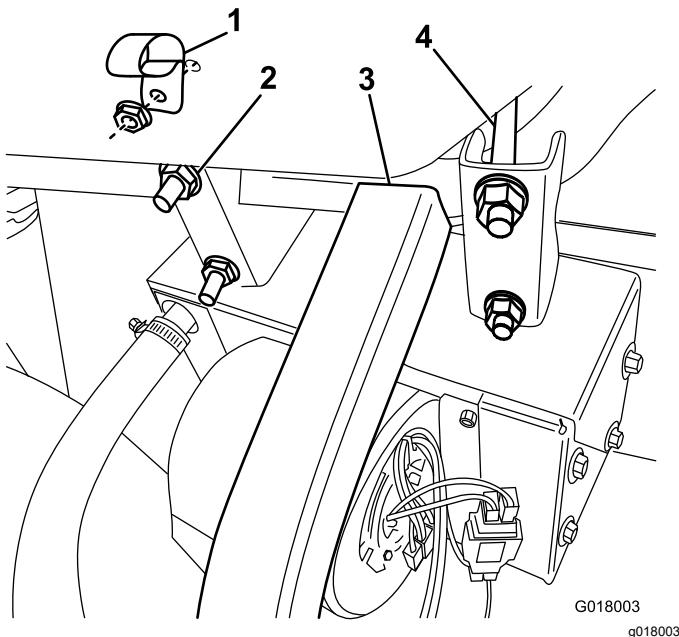

Figura 23
3. Per macchine del 2015 e precedenti – Fissate il riscaldatore e il gruppo staffa sul tubo della struttura anteriore posizionandolo a contatto con la struttura a U, utilizzando i bulloni a U e i dadi flangiati in dotazione (Figura 23).
5. Fissate il serratubi a R al vano portaoggetti con un bullone a testa flangiata e un dado (Figura 23).